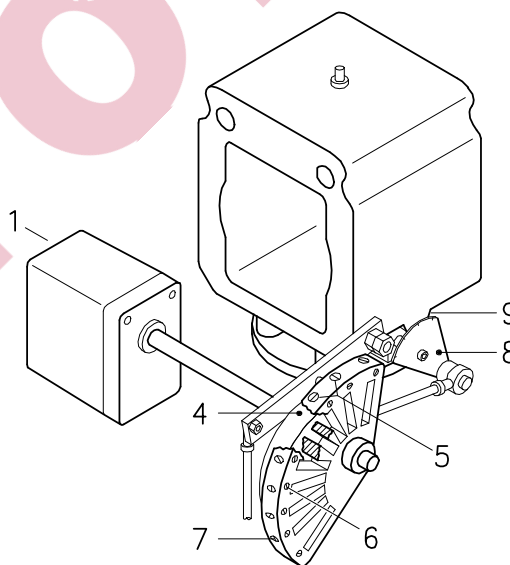

рис. 31
Постепенно отрегулируйте торцевой профиль кулачка 4) (рис. 31), поворачивая винты 7).
Расшифровка (рис. 31)
Плавное отрегулируйте начальный профиль кулачка 4)Рис. 31 на стр. 26, поворачивая винты 5).
- снимите кулачок 4)рис. 31 на стр. 26 с серводвигателя, нажав (и переместив вправо) кнопку разблокировки серводвигателя;
►Как только будет достигнута оптимальная регулировка, закрепите ее винтами 6)Рис. 31 на стр. 26.